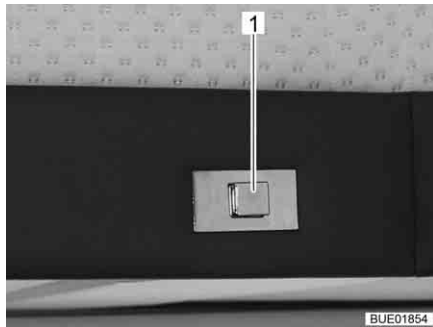
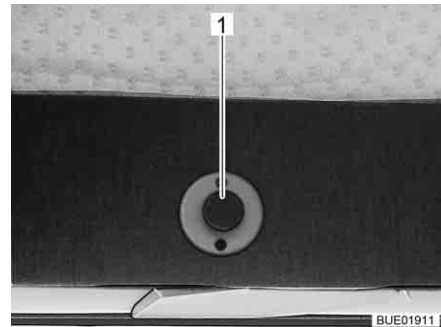

Fig. 78 Bouton de déverrouillage
Fig. 79 Bouton de déverrouillage (alternative)
- Enfoncer le bouton de déverrouillage (Fig. 78,1 ou Fig. 79,1) et le maintenir enfoncé.